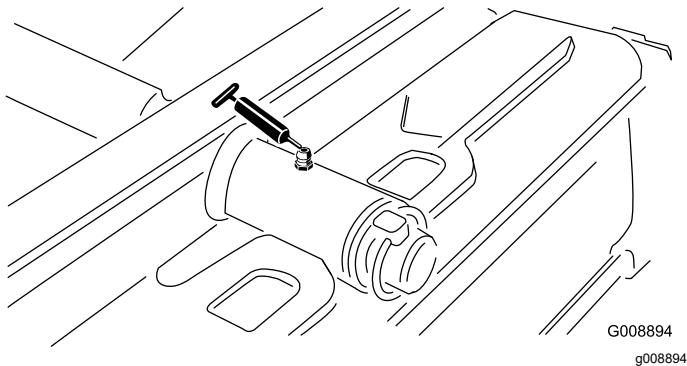

Figure 57
- Pivot d'unité de coupe arrière (Figure 57)